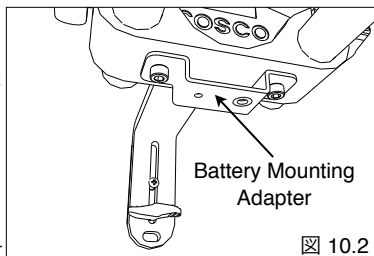

図 10.2
2. 図10.2に示すように、スレッドの下にBattery Mounting Adapterを配置し、2本のキャップスクリューを締め付けます。